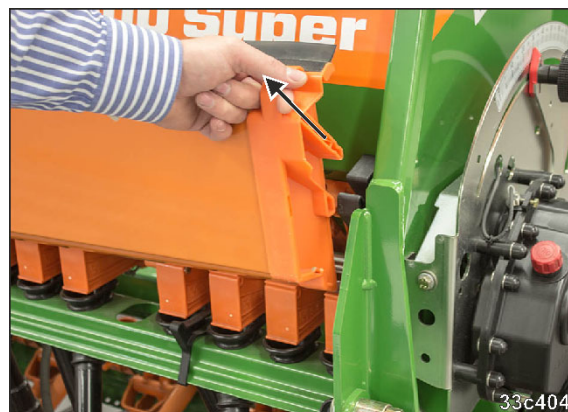

Fig. 238
1. Abdrehmulden (Fig. 238) nach oben aus der Halterung herausziehen.